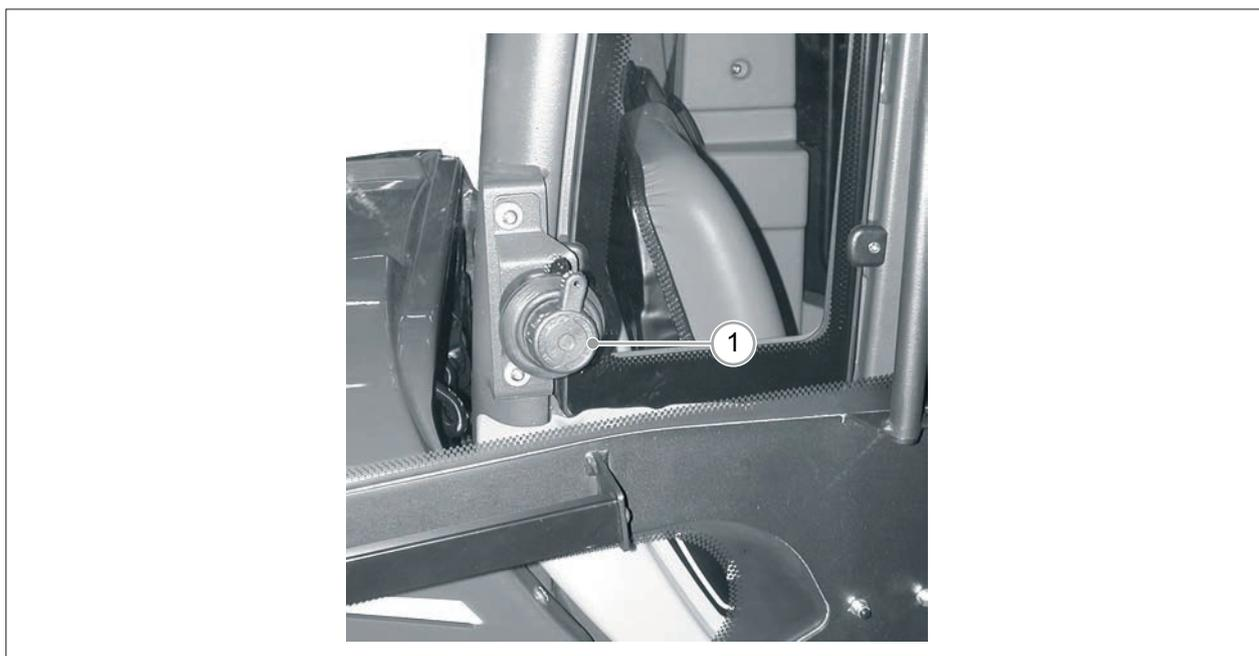

РИС. 21
- 2) Заблокируйте дверь в открытом положении (РИС. 21 - Сс. 1).
- 3) Для разблокировки поверните ручку (РИС. 21 - Сс. 1) по часовой стрелке.